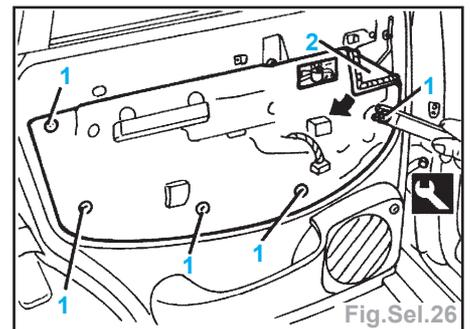

Fig.Sel.26
- le panneau d'étanchéité de porte (Fig. Sel.26),